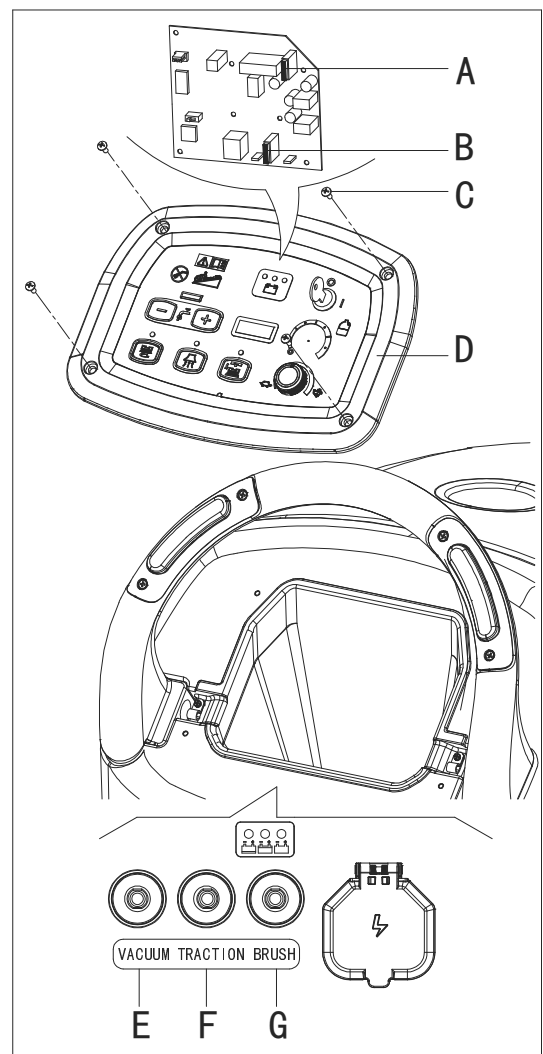

Abbildung 27
3. Entfernen Sie die Schrauben (C, Abb. 27) am Bedienfeld (D), dann drehen Sie das PCB um, um die Sicherung (A, B, Abb. 27) zu lokalisieren.